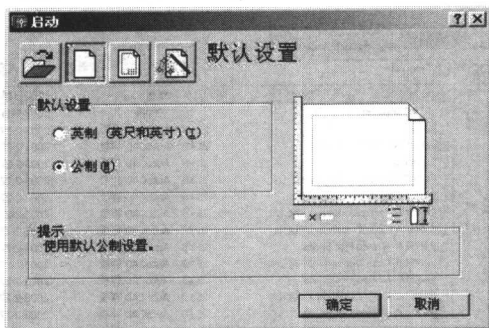

图 1-1 “启动”对话框
启动 AutoCAD 2004 中文版后, 系统将弹出如图 1-1 所示的“启动”对话框。该对话框提供了进入绘图环境的 4 种选择方式。
(2) “缺省设置”, 选择英制 (in) 或公制 (mm) 测量系统, 如图 1-1 所示的“缺省方式”的对话框, 据此创建新图形。建议中国的用户采用公制单位。